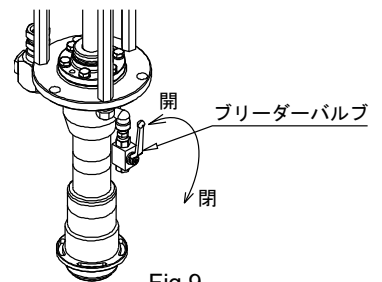

Fig.9
2. ポンプ吐出側のバルブを閉め、ブリーダーバルブを開く。（レバーを反時計方向に回す）（Fig.9）